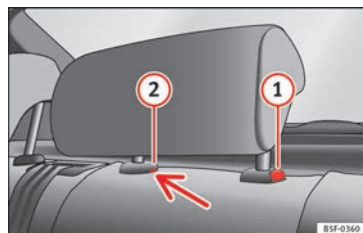

Fig. 141 Poggiatesta per il sedile posteriore centrale: punto di sblocco.
- Per regolare il poggiatesta ad un'altezza inferiore, premere il tasto ① » fig. 141 e farlo scorrere verso il basso.
- Premere il tasto ① » fig. 141, premendo al tempo stesso attraverso il foro della sicura ② » fig. 141 con un cacciavite piatto di massimo 5 mm di larghezza e ritirare il poggiatesta.